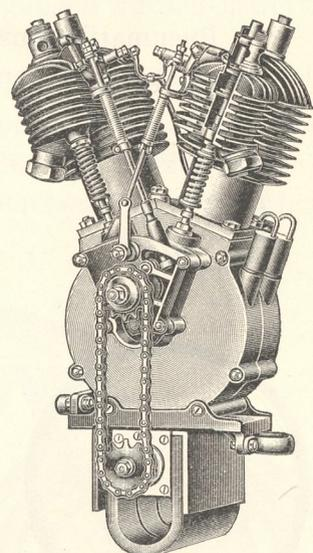
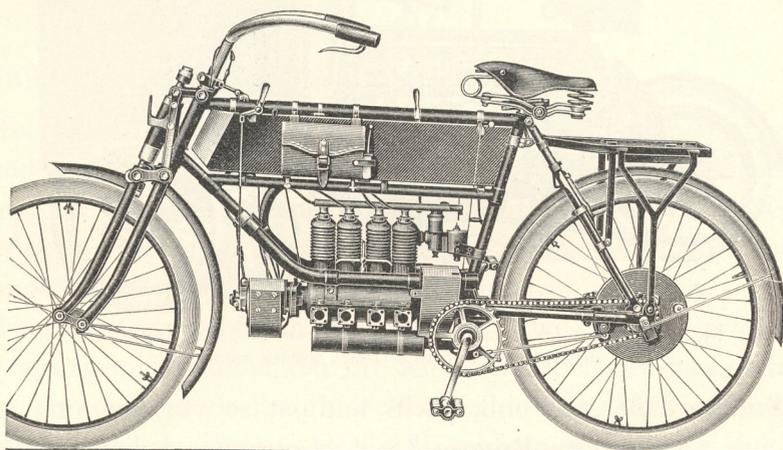

Fig. 906. Zweizylindermotor Germania.
Fig. 907. Vierzylindriges Motorzweirad.
Die *Zündung* (vgl. S. 113 ff.) erfolgt entweder durch Akkumulatoren oder Trockenelemente und zugehörigen Funkeninduktor, oder durch magnetelektrische Abreißzündung, oder neuerdings bei Motorrädern fast allgemein durch magnetelektrische Kerzenzündung. Die Zündkerze liegt in Fig. 901 bei 5, in Fig. 904 bei 30. Die kleine magnetelektrische Maschine, bei 8 in Fig. 901 geschützt hinter dem Motor eingebaut, wird in der bereits angegebenen Weise durch Zahnradübertragung, zuweilen auch durch Kettenübertragung (vgl. Fig. 906), von der Motorachse aus angetrieben. Je nachdem die Zündung in der oberen Totlage des Kolbens erfolgt oder etwas später, spricht man von Vor- oder Nachzündung (*Früh-* oder *Spätzündung*). Sie dient zur Regulierung der Fahrgeschwindigkeit und wird von dem kleinen Hebel 13 (Fig. 901) aus eingestellt. Der Druckknopf 19 (Fig. 901) direkt vor dem rechten Lenkstangengriff dient dazu, durch Erzeugung eines Kurzschlusses in dem Zündungsstromkreis die Zündungen ganz zu unterbrechen. Hiermit kann durch die dann im Zylinder entstehende Kompression eine starke Bremswirkung erzielt werden. Bei zweizylindrigen V-förmigen Fahrradmotoren wird häufig auch die Lichtbogenzündung (System Bosch) angewendet.
**Mehrzylindermotoren.** Die Einzylindermotoren mit Luftkühlung werden von  $1\frac{3}{4}$  bis zu  $3\frac{1}{2}$  PS hergestellt. Da bei kräftigeren Einzylindermotoren diese Kühlung nicht genügen würde, so ist man zu Zwei-, Drei- und Vierzylindermotoren übergegangen. Sie bieten gleichzeitig den Vorteil gleichmäßigeren Ganges und der Entwicklung größerer Kraft bzw. Schnelligkeit. Der zweizylindrige Motor wird meist als sogenannter *V-Motor* hergestellt, so bezeichnet wegen der gegeneinander geneigten Stellung der beiden Zylinder (Fig. 906). Bei den drei- und vierzylindrigen Motoren stehen die Zylinder meist senkrecht nebeneinander (Fig. 907). Die Arbeitsweise entspricht genau derjenigen mehrerer Einzelzylinder.